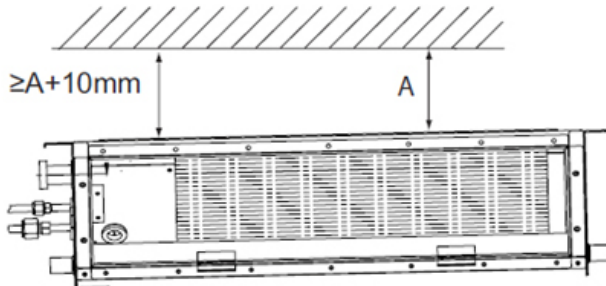

fig. 15
- E' consigliabile eseguire un sifone (1) sulla tubazione di scarico condensa, in modo da evitare risalite di odori, vedi Fig.15.